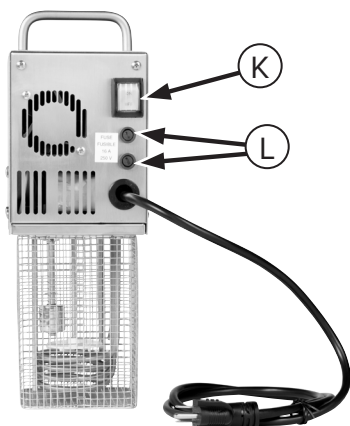

Figure 2. Face arrière du panneau de commande
6. Appuyez sur l'interrupteur d'alimentation (K) pour mettre l'appareil sous tension— Voir la Figure 2.